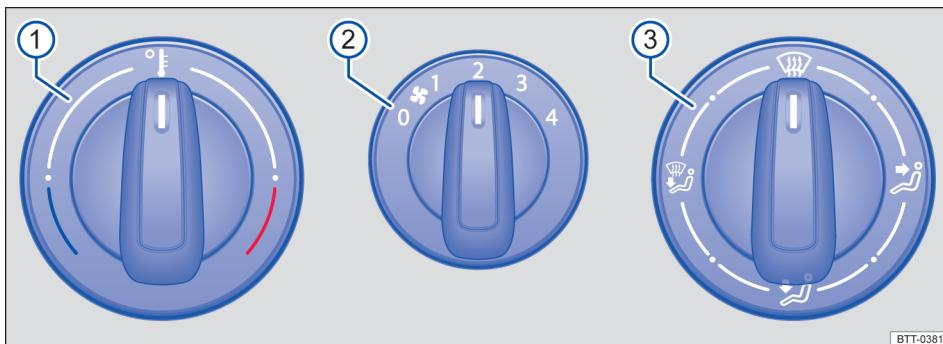
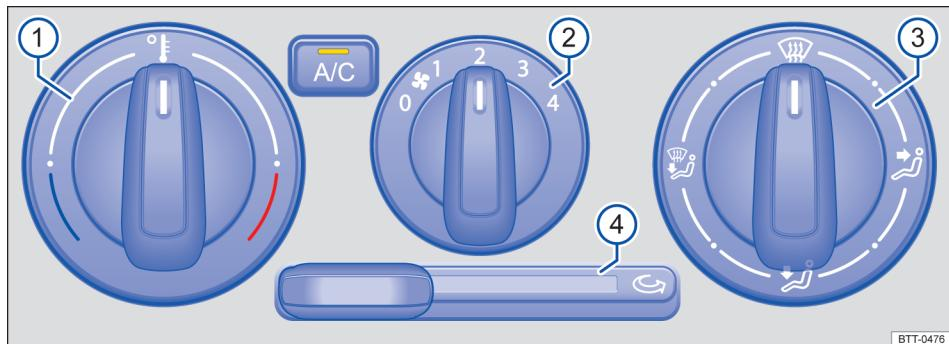

Fig. 72 No console central: comandos do sistema de ventilação e aquecimento.
Fig. 73 No console central: comandos do ar-condicionado.
Botão, regulador	Informações complementares do sistema de ventilação e aquecimento → Fig. 72 e ar-condicionado → Fig. 73.
- Em veículos com sistema de aquecimento, colocar o regulador da temperatura → Fig. 72  totalmente para a direita, para a posição máxima de aquecimento.
- Colocar o regulador da distribuição de ar → Fig. 73  para a posição .
Ligar: empurrar o regulador corrediço → Fig. 73 ④ para a direita até o batente.
Desligar: empurrar o regulador corrediço → Fig. 73 ④ para a esquerda até o batente.